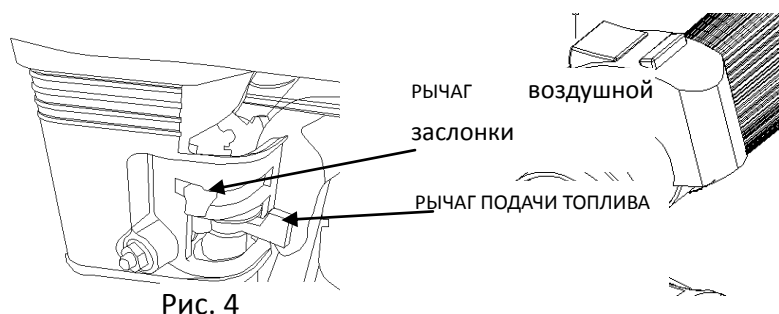

Рис. 4
ЗАПУСК ДВИГАТЕЛЯ открыть топливный кран (рис.4)
- 1) Перекройте рычаг воздушной заслонки (см. рисунок 4);